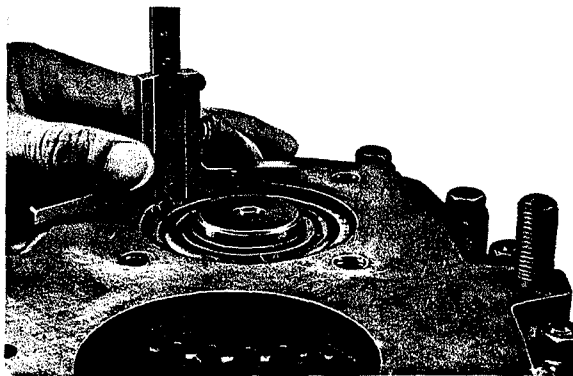

Fig. 42
2. Avec une jauge de profondeur, mesurer la distance entre la bague extérieure du roulement et le front du carter (fig. 42).